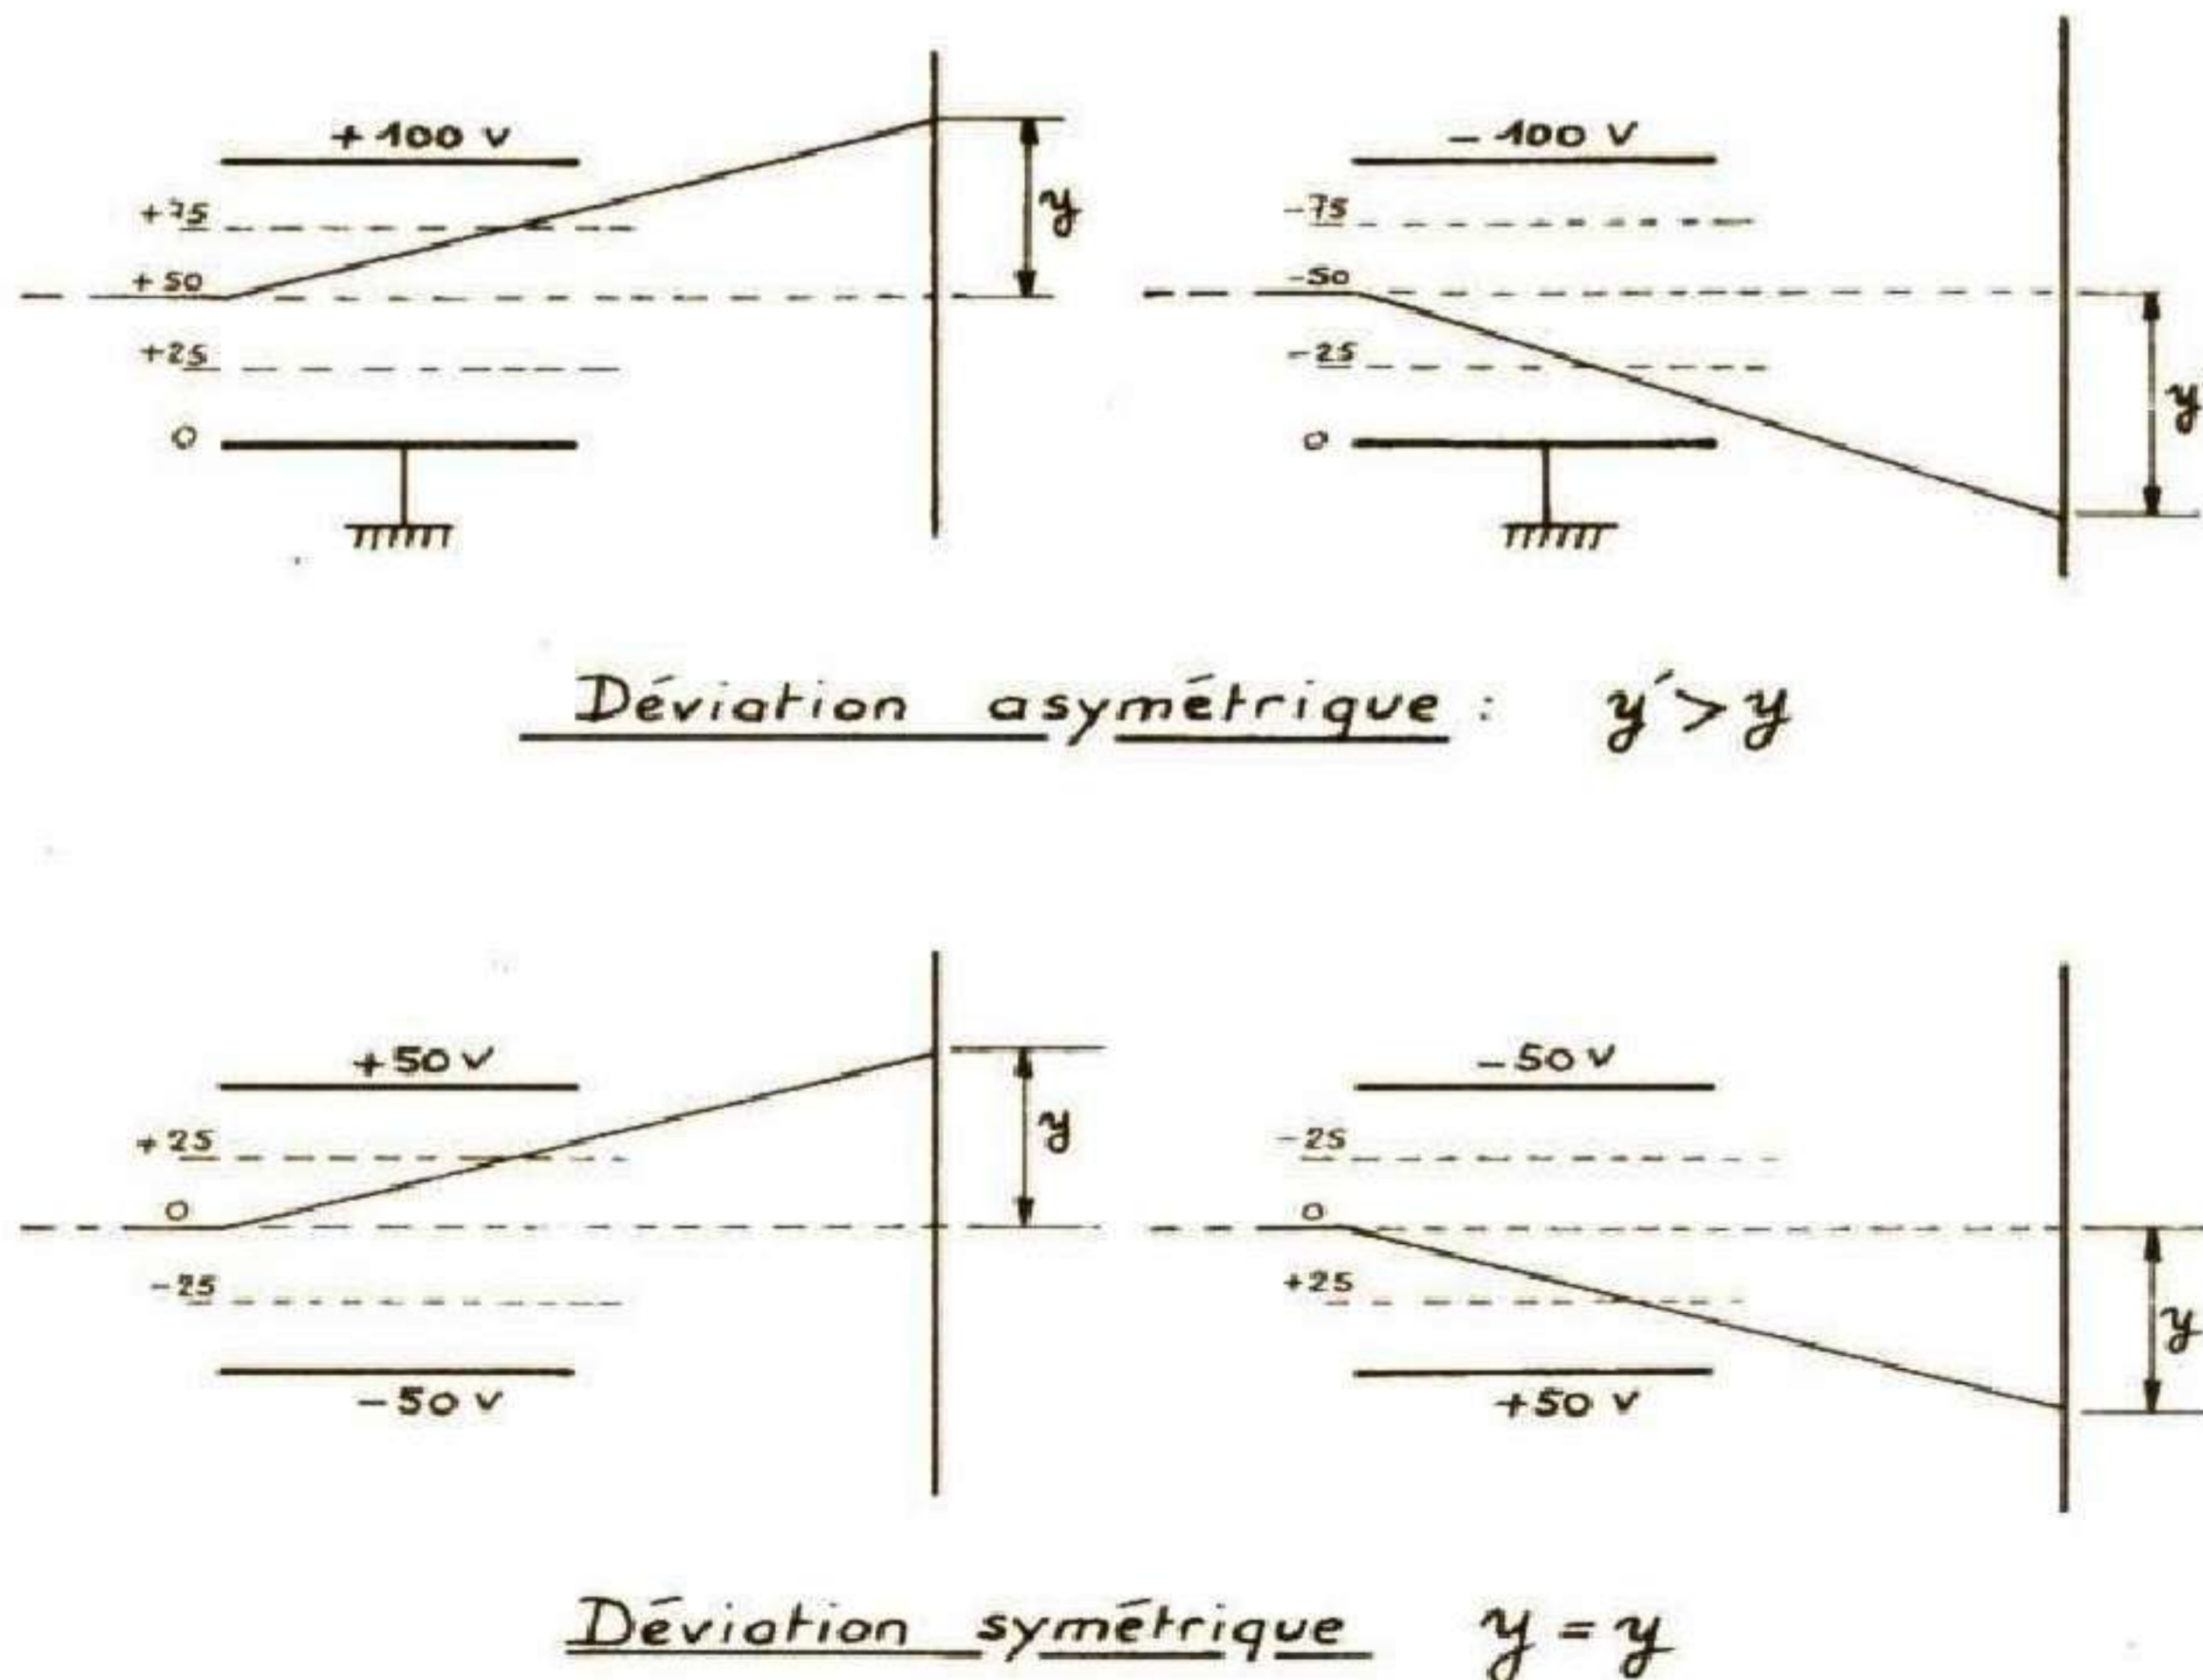

Fig. 4
Dans le cas contraire, le faisceau ralentit (V diminue) et la déviation augmente. On a dissymétrie des déviations avec  $y' > y$  ! Voir figure 4. Cela détermine
– **symétrique.** Au contraire, si les plaques sont utilisées toutes deux pour contribuer à la déviation, comme on le voit en figure 4, alors les deux déviations « y » sont parfaitement égales.